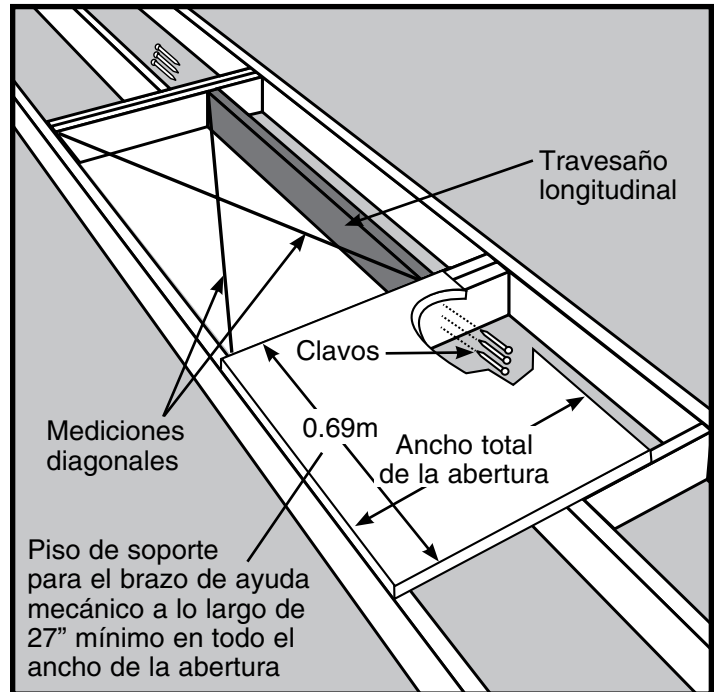

Figura 18
- PASO 4. Posicione el travesaño(s) longitudinal a lo largo del lado(s) sin marco de su ubicación (Vea la Figura 18). Verifique que las dimensiones interiores del marco son de 0.46m x 0.61m como mínimo.
- Revise en cuanto a ángulo recto, luego clave el otro extremo. Revise la abertura preliminar en cuanto a ángulo recto midiendo transversalmente las diagonales. Las dos mediciones no deben diferir en más de 1/8" para considerarse en ángulo recto (Vea la Figura 18).